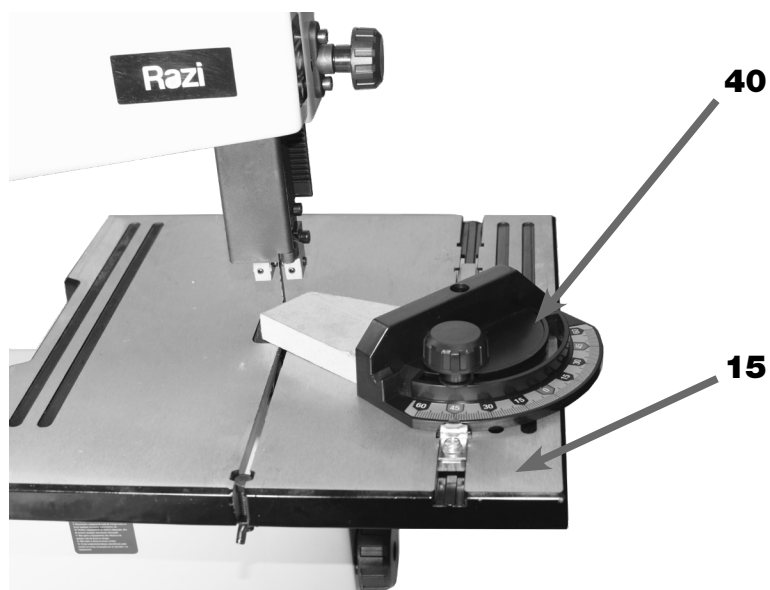

FIGURA 07 – Conjunto da Guia de Corte Angular
- Conjunto da Guia de Corte Angular (40) – figura 07.